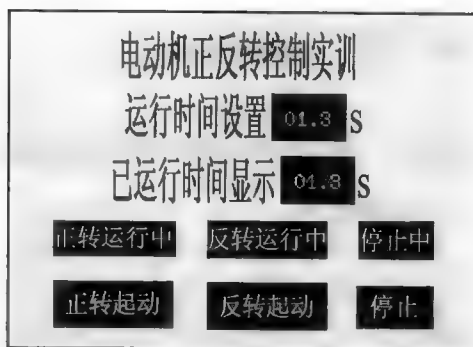
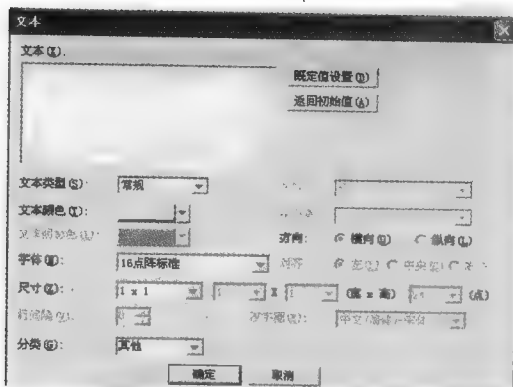

图 8-22 触摸屏画面
图 8-23 文本对象的设置
(3) 触摸屏画面设计(以 GT1155 为例) 根据系统的控制要求及触摸屏的软元件分配，触摸屏的画面如图 8-22 所示。
1) 文本对象。执行“图形/文字”命令，在画面合适位置单击，出现如图 8-23 所示的文字属性设置窗口，进行文字属性设置。在文本栏中输入显示的文字，在下面文字属性中选择颜色和尺寸，设置完毕，单击“确定”，图 8-22 中“运行时间设置”和“已运行时间显示”的操作方法与此相同。